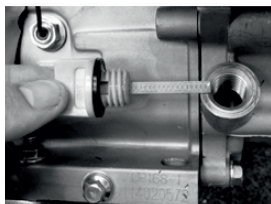

Рис. 16.
2. Выкрутите пробку маслозаливной горловины (Рис. 16)